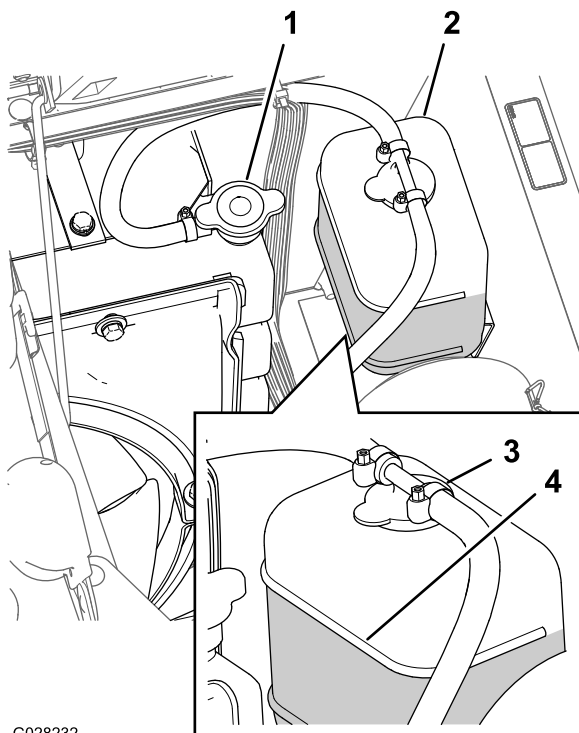

Figura 91
3. Retire cuidadosamente el tapón del radiador y el tapón del depósito de expansión (Figura 91).
Nota: El radiador debe llenarse hasta la parte superior del cuello de llenado, y el depósito de expansión debe llenarse hasta la marca Full (lleno) del depósito (Figura 91).
5. Si el nivel de refrigerante es bajo, retire el tapón del depósito de expansión y el tapón del radiador, y llene el depósito de expansión hasta la marca Lleno y el radiador hasta la parte superior del cuello de llenado. Figura 91
6. Coloque el tapón del radiador y el tapón del depósito de expansión (Figura 91).
2. Espere hasta que se haya enfriado el motor, luego retire el tapón del radiador (Figura 91).
6. Retire el tapón del radiador (Figura 91).
8. Arranque el motor con el tapón del radiador aflojado (Figura 91).
10. Una vez que el refrigerante se ha calentado, añada más refrigerante hasta que el nivel llegue a la superficie sellante del tapón, y apriete el tapón (Figura 91).
11. Abra el tapón del depósito de expansión y llene el depósito con refrigerante hasta el nivel de "Frío" (Figura 91).